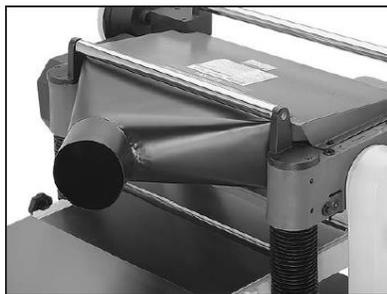

Рис. 6 Пылеулавливающий колпак установлен
8. Прикрепите пылеулавливающий колпак к верхней части станка с помощью болтов М6-1 x 10, плоских шайб 6 мм и шестигранных гаек М6-1, как показано на Рис. 6, затем прикрепите нижнюю часть пылеулавливающего колпака к станку с помощью болтов М8 -1,25 x 20.